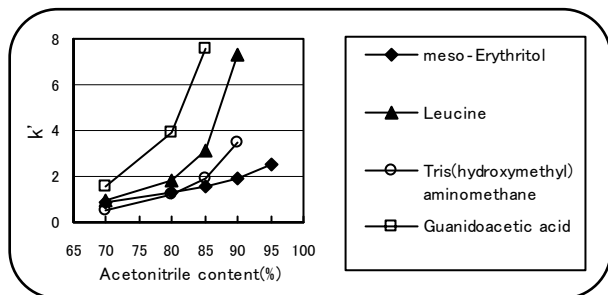

図2、アセトニトリル濃度と保持との関係
(1) 有機溶媒の種類と濃度の効果
- アセトニトリル濃度を高くすると保持は大きくなり、低くすると保持は小さくなります。（図2）